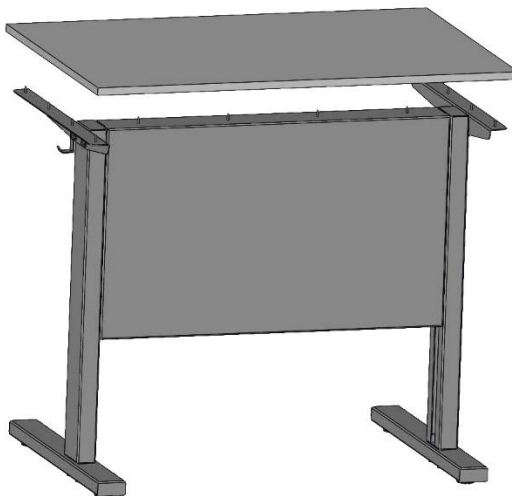

Рис. 1. Установка рабочей поверхности
- 6.3. Прикрепить её к каркасу, используя саморезы для тонких пластин 4,2x16 мм (12 шт.) (Рис. 1). **Внимание! РП LabHPL клеится на двусторонний скотч.**
4. Рабочую поверхность крепим через установочные отверстия Уголков и Панели С-У саморезами для тонких пластин 4.2х16 (Рис.1).